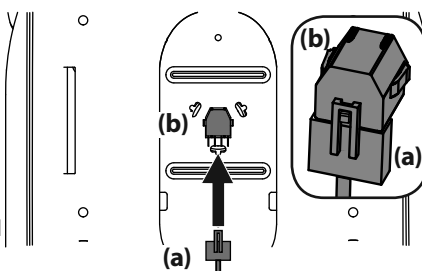

Figura 8
3. Si es necesario, conecte el arnés de cables del interruptor del asiento (a) al interruptor del asiento (b). Consulte la Figura 8. Sujete el cable sobrante alejado de los puntos de apriete antes de continuar.